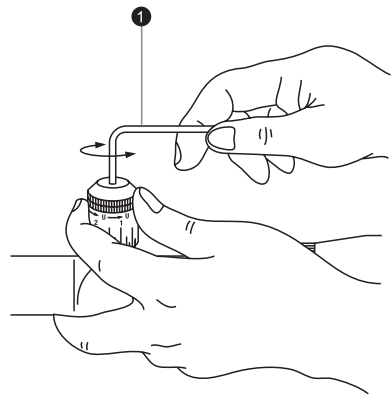

Fig. 3-5
Tout en tenant la tourelle avec les doigts pour éviter de fausser l'alignement de la bague graduée, dévissez dans le sens inverse des aiguilles d'une montre la vis située en haut de la tourelle à l'aide de la clé hexagonale fournie (1) jusqu'à ce qu'elle sorte. Retirez ensuite la tourelle (Fig. 3-5).